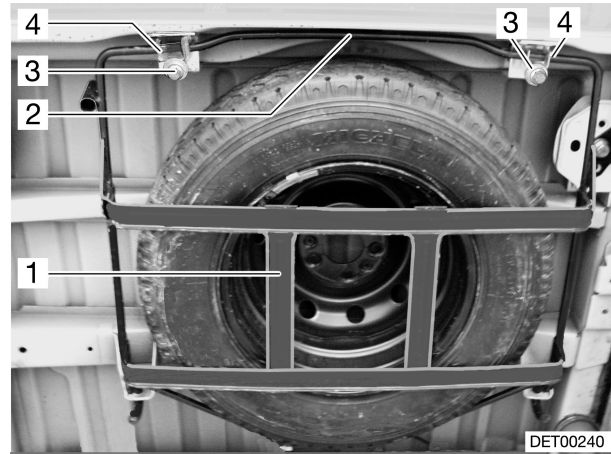

Bild 159 Ersatzrad in Aufnahmekorb
- Schrauben (Bild 159,3) am rechten und linken Haken (Bild 159,4) der Ersatzrad-Halterung lösen.
- Bügel (Bild 159,2) leicht nach oben drücken, Haken nach hinten drücken und Bügel aushängen.
- Aufnahmekorb (Bild 159,1) ganz ablassen und Ersatzrad herausziehen.